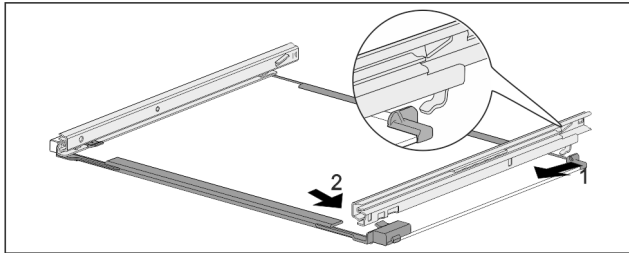

Fig. 82 Glashylla med skenor
- ▶ Haka fast skena baktill. Fig. 82 (1)
- ▶ Haka fast skena framtill. Fig. 82 (2)